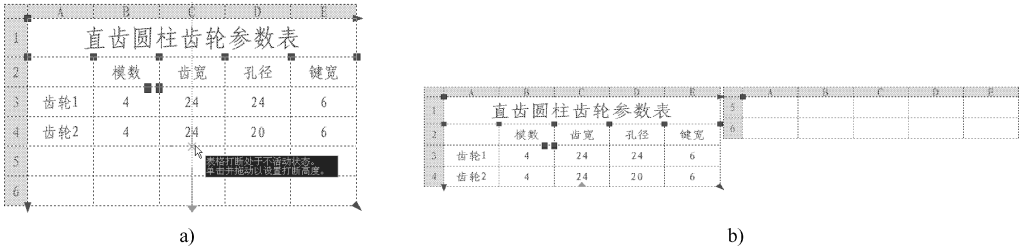

图 7-30 “打断夹点”示例
3) “打断夹点”：拖动“打断夹点”至合适位置，可以将表格拆分为主要的和次要的表格部分，如图 7-30 所示。